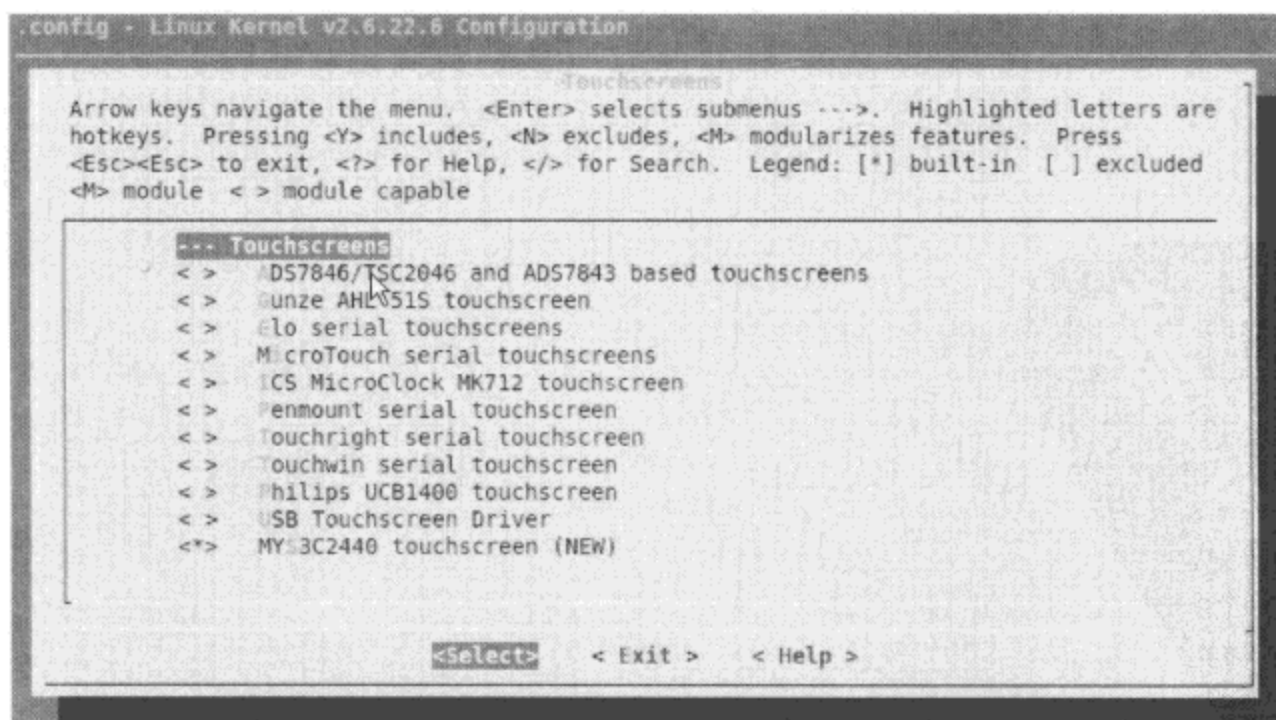

图 6-9 触摸屏驱动配置 2
(4) 继续单击 Touchscreens, 选择 MYS3C2440 touchscreen (NEW), 如图 6-9 所示。